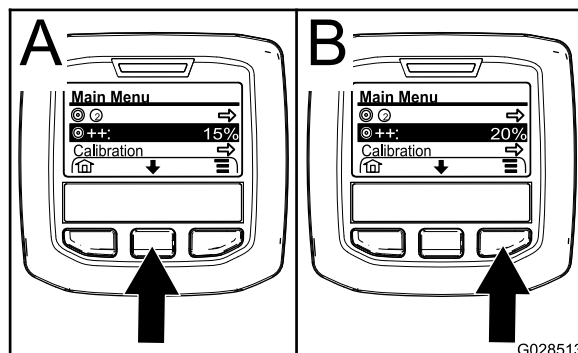

図 68
2. 必要に応じ、中央ボタンを押して散布率ブーストを表示させる図 68。
注 散布率ブーストを示すアイコンは、的ターゲットを示す記号の右隣に表示される2つの記号です図 68。
3. 右ボタン図 68を押すと、散布レートが5ずつ大きくなります最大20まで。